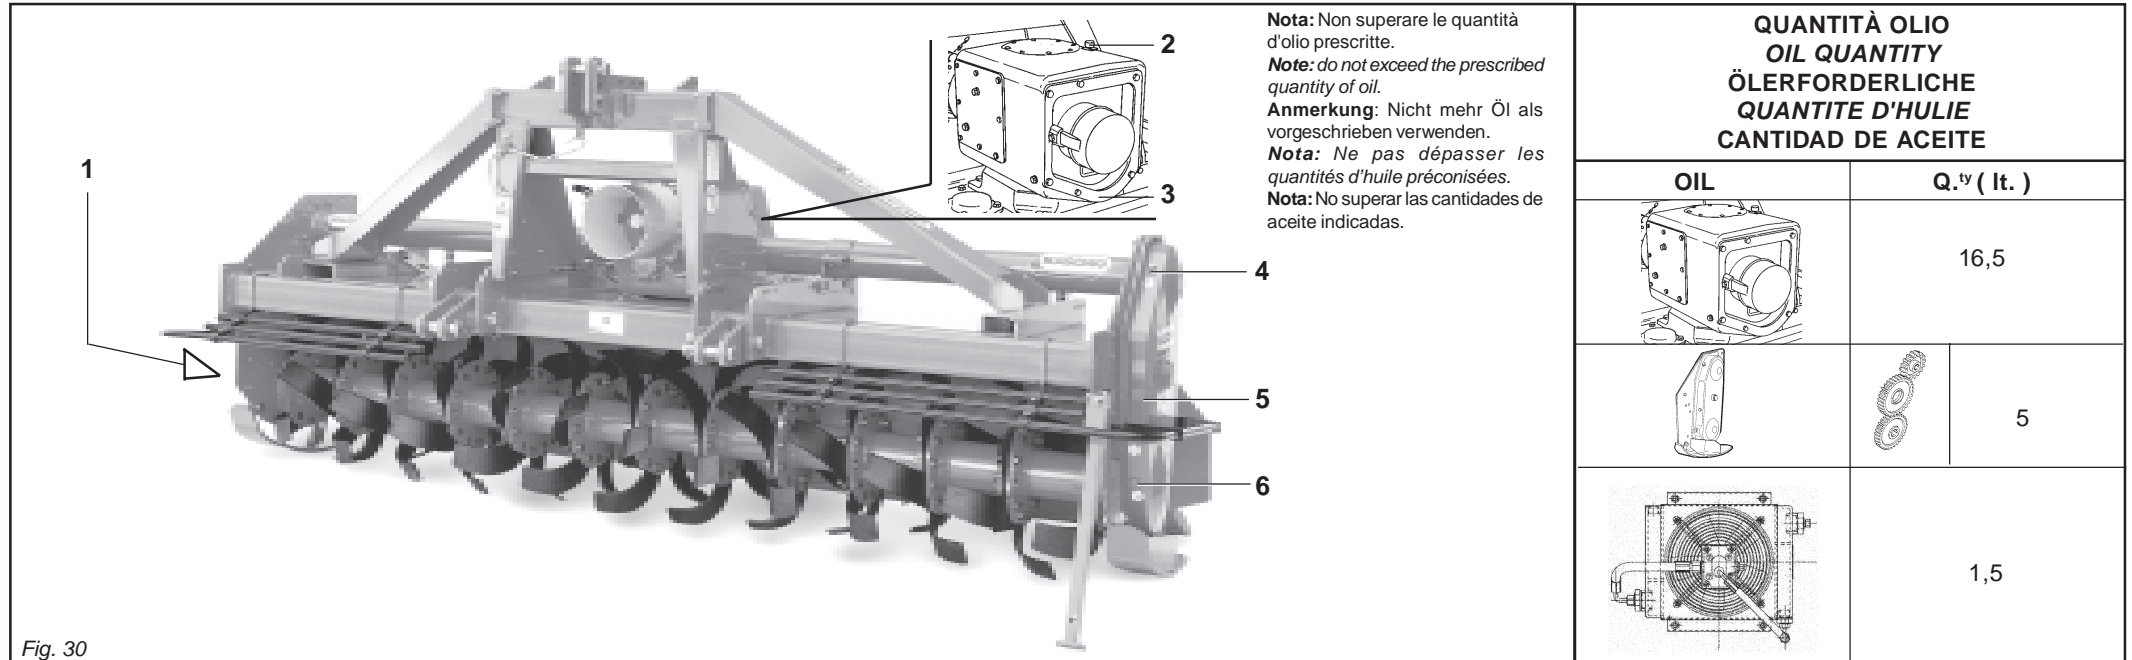

Fig. 30
- *Contrôlez le niveau de l'huile dans la boîte de vitesse (2 Fig. 30). Si nécessaire, rajouter de l'huile jusqu'au cran sur la jauge.*
- *Entrainement latéral par pignons: contrôlez le niveau de l'huile dans le carter latéral de la transmission en dévissant le bouchon de niveau (5 Fig. 30) et vérifiant si l'huile sort. Si nécessaire rajouter de l'huile par le bouchon de remplissage (4 Fig. 30) jusqu'à ce qu'elle sorte par le bouchon de niveau.*
- *Vidangez entièrement l'huile du boîte de vitesse et du carter de transmission à travers le bouchon de vidange qui se trouve sous la boîte du réducteur (3 Fig. 30) et par le bouchon de vidange de la transmission (6 Fig. 30).*
- Engrasar los ejes del rotor (1 Fig. 30).
- Controlar el nivel de aceite en la caja de cambio (2 Fig. 30), eventualmente rellenar hasta la muesca de nivel presente en la varilla.
- Transmisión lateral por engranajes: controlar el nivel de aceite en el carter lateral de la transmisión, desentrosando el tapón de nivel (5 Fig. 30) y controlando que salga el aceite. Eventualmente agregar aceite a través del tapón de llenado (4 Fig. 30), hasta que veamos que sale por el tapón de nivel.
- Efectuar el cambio completo del aceite, tanto la caja de cambio como también del carter de transmisión, descargando completamente el aceite del tapón de descarga presente debajo de la caja del reductor (3 Fig. 30) y del tapón de descarga transmisión (6 Fig. 30).